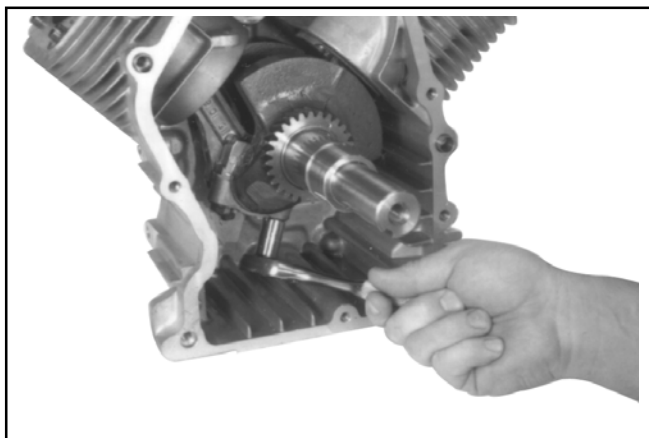

Figura 9-54. Rimozione del cappello di biella.
1. Rimuovere le due viti esagonali che fissano il cappuccio di biella più vicino. Rimuovere il cappello. Vedere Figura 9-54.